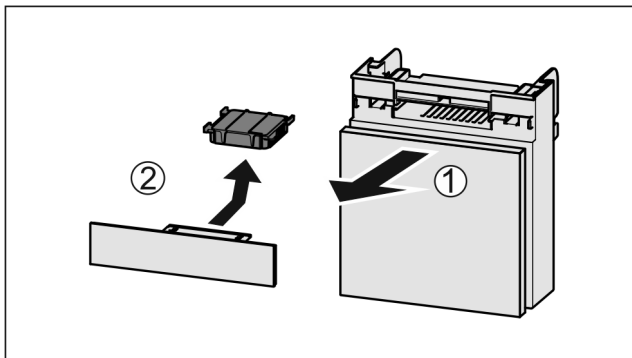

Fig. 56
- ▶ Потягніть Fig. 56 (1) відділення вперед.
- ▶ Витягнути Fig. 56 (2) фільтр з активованого вугілля.